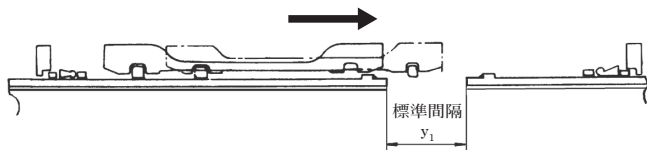

図24 継ぎ輪間隔
- (6) 次に、継ぎ輪を少しずらす（図24の矢印の方向）。そして、両挿し口の間でロックリングの入っていない方の受口溝にロックリングを入れ、拡大器で広げた後、ストップ（図11参照）を挿入して拡大器を取り外す。さらに、図24の矢印の方向へ継ぎ輪をずらし、最終的に継ぎ輪を両挿し口の中心に持ってくる。
- (7) あとの接合は、直管の場合と同じである。